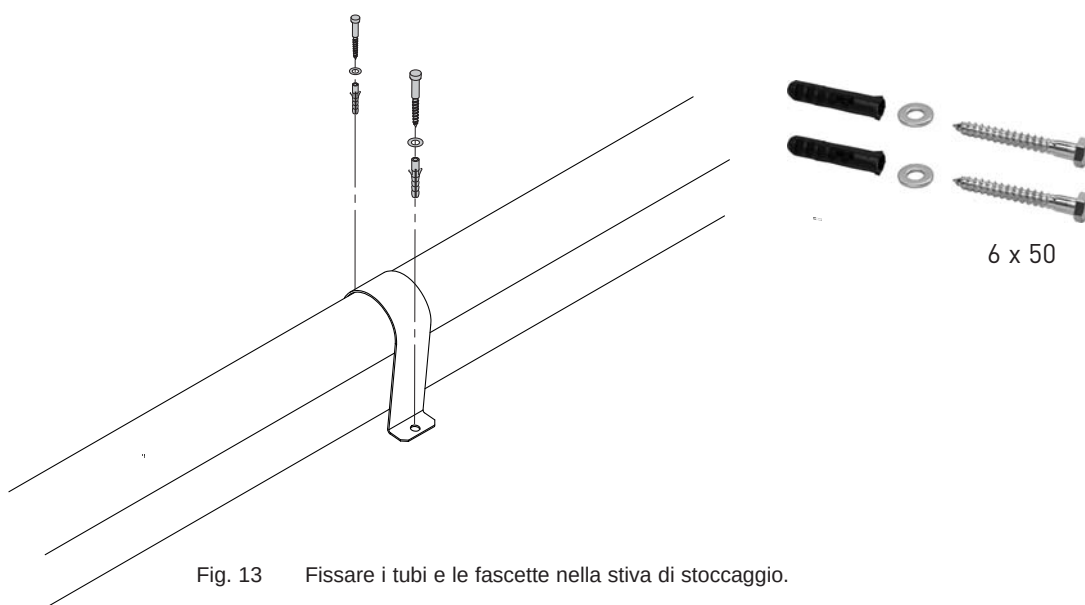

Fig. 13 Fissare i tubi e le fascette nella stiva di stoccaggio.
- 10.) Fissare le sonde e le clips di fissaggio al pavimento con 2 viti da legno a testa esagonale 6x50 e rondelle a U– Fig. 13.